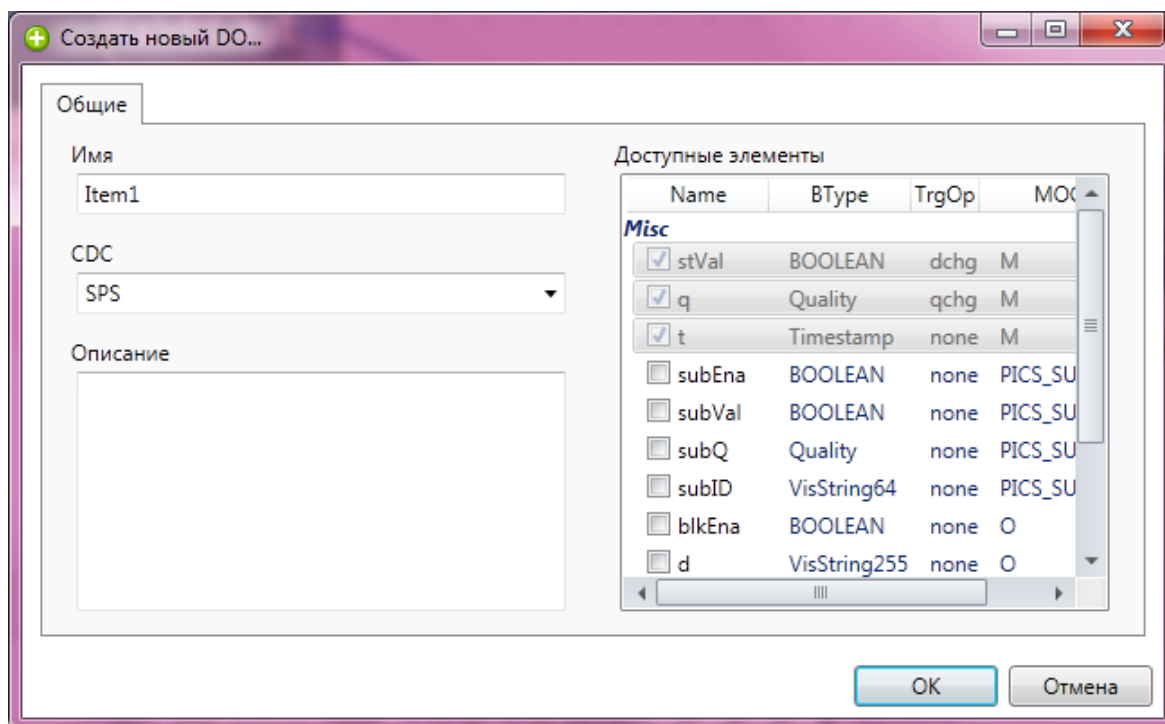

Рисунок 37 – Диалог добавления объекта данных
В открывшемся диалоге необходимо задать имя объекта и выбрать класс общих данных (рисунок 37). Атрибуты данных (DA) выбранного класса отображаются в правой части диалога. Отметьте необходимые атрибуты, которые должны быть добавлены в объект данных.